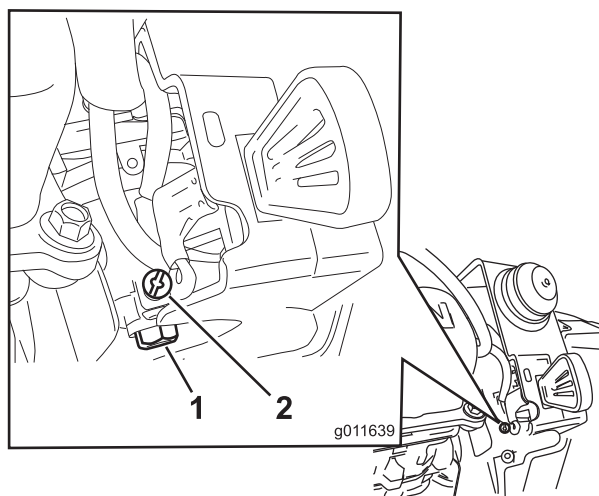

Bild 31
- A. Lockern Sie die kleine Schraube an der Seite der Vergaserkraftstoffglocke (entfernen Sie die Schraube nicht) (Bild 31), bis der Kraftstoff aus dem Vergaser läuft. Lassen Sie den Kraftstoff in einen vorschriftsmäßigen Benzinkanister ablaufen.